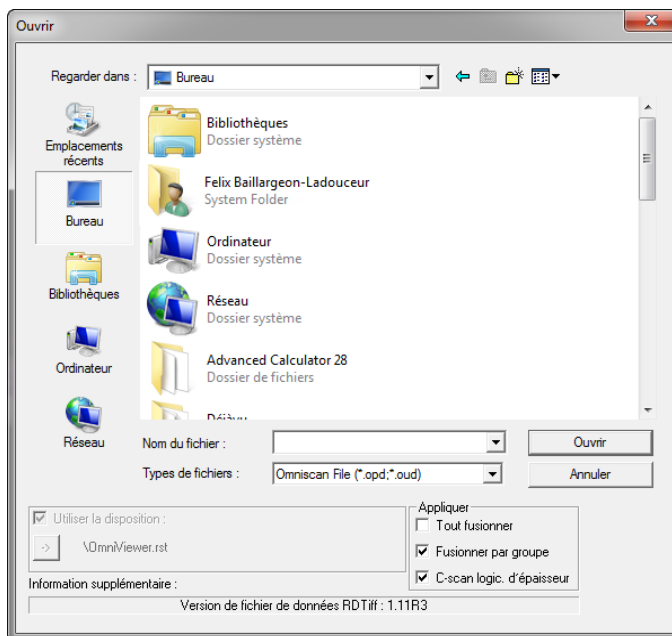

Figure 6-2 Boîte de dialogue Ouvrir
1. Cliquez sur  dans la barre d'outils des composants pour ouvrir le **Convertisseur de fichiers OmniScan** (voir la Figure 6-2 à la page 336).